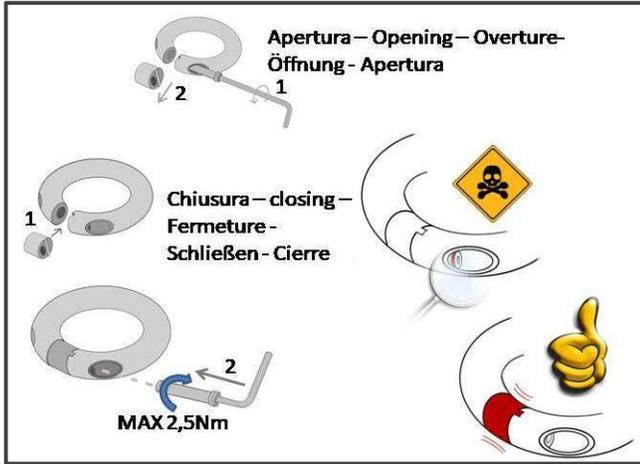

FIGURA 6
**Procedimento di apertura e chiusura degli anelli di collegamento cintura-cosciale-ponte A1 e ponte A2 per verifica e/o sostituzione dei punti di attacco a 15kN (ponti A1 e A2) e delle altre parti di cui al punto precedente:** Gli anelli di collegamento tra la cintura e i cosciali, sono apribili e dotati di una chiusura semi-permanente (figura 6). Per aprire l'anello, inserire la chiave a brugola, in dotazione, nella vite e svitare. Togliere l'inserto in alluminio. Per chiudere l'anello, inserire l'inserto in alluminio, inserire la vite e avvitare fino a che l'O-Ring colorato non sia più visibile. Serrare la vite max. 2,5 N/m.